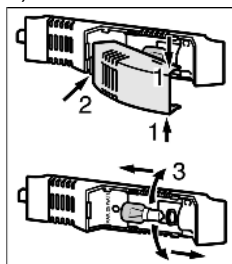

Fig. 9
- Saisir la protection d'ampoule en haut et en bas *Fig. 9 (1)*.
- Déclipser à l'arrière et détacher la protection d'ampoule *Fig. 9 (2)*.
- Remplacer la lampe *Fig. 9 (3)*.